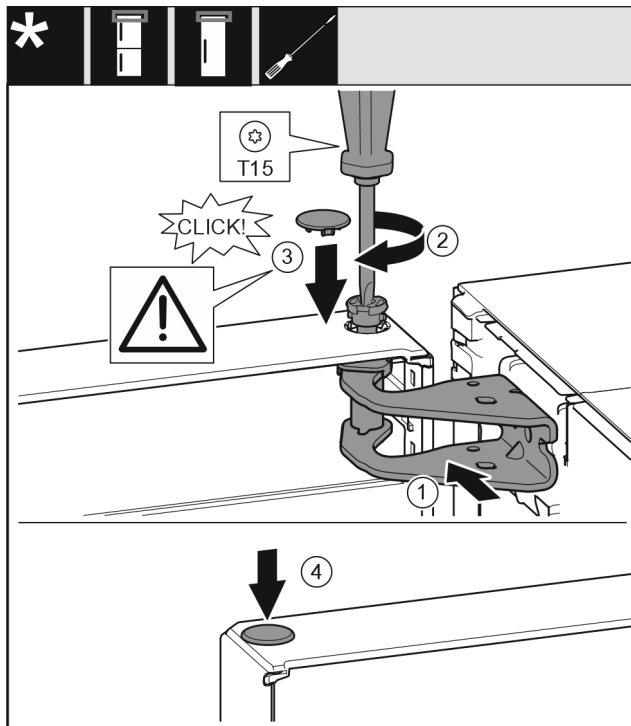

Fig. 20
- ▶ Выровняйте дверь вверху по отверстию в опорном кронштейне Fig. 20 (1).
- ▶ Вставьте палец Fig. 20 (2) и затяните отверткой.
- ▶ Установите крышку Fig. 20 (3).
- ▶ Проследите за тем, чтобы крышка Fig. 20 (3) прилегла к дверям.
- ▶ Установите крышку Fig. 20 (4).